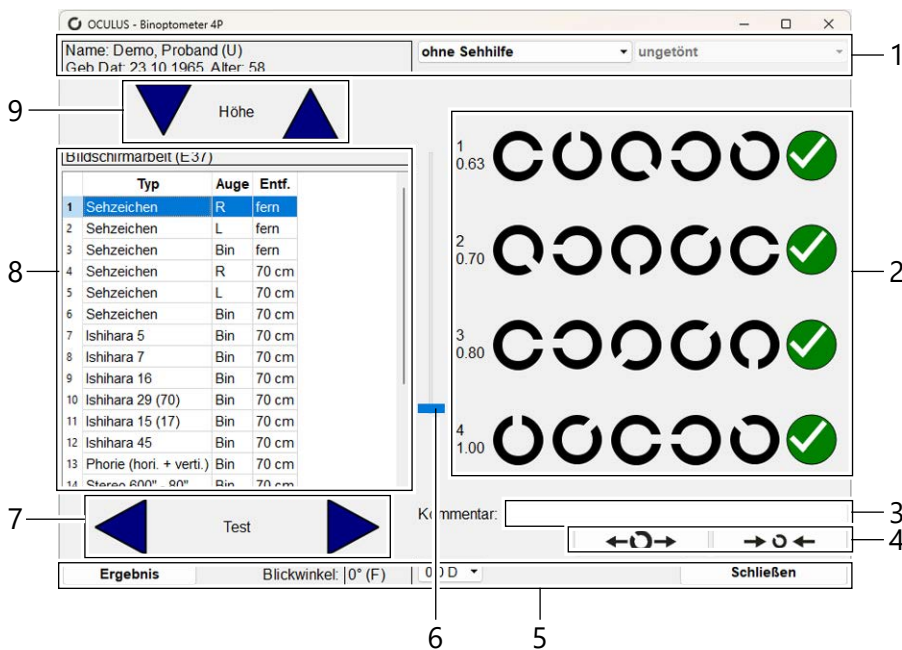

Abb. 19: Untersuchungs Menü Beispiel
Drücken Sie dazu die gewünschte Pfeiltaste  Höhe , siehe (Abb. 19, Seite 30, Pos. 9).
- ➔ Verändern Sie den Einblickwinkel, wenn die Prüferentfernung verkürzt wird. Der gewählte Einblickwinkel wird im Untersuchungs Menü angezeigt, siehe, Abb. 19, Seite 30, Pos. 5.